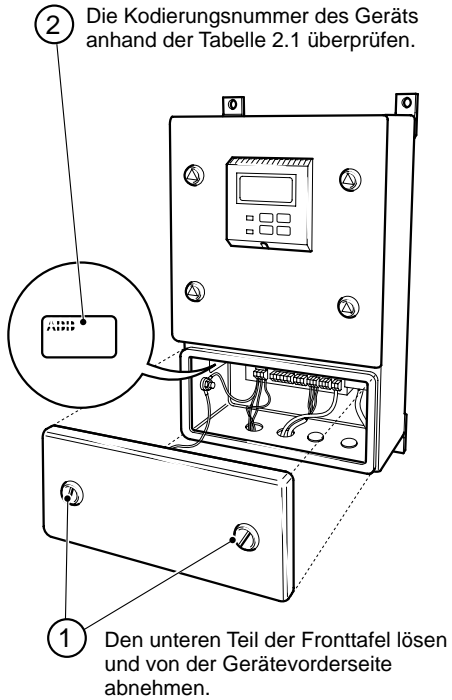

Abb. 2.1 Prüfen der Kodierungsnummer
2.1 Überprüfung des Gerätetyps – Abb. 2.1
- ① Die untere Frontplatte entriegeln und von der Gerätevorderseite abnehmen – siehe Abb. 2.1
- ② Die beiden Halteschrauben lösen und die Klemmenabdeckung abnehmen.